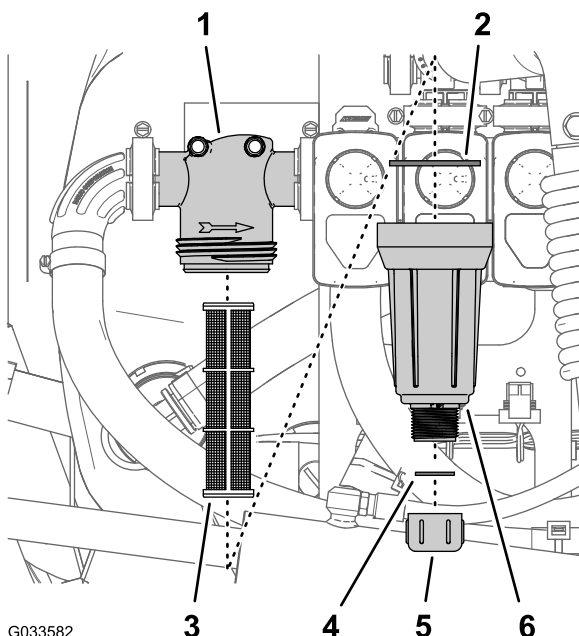

図 103
2. 圧力フィルタの下に受け容器をおく **図 103**。
3. 圧力フィルタのボウルについているドレンキャップを左に回して外す 図 103。
4. ボウルを左に回してフィルタヘッドを外す 図 103。
5. 古い圧力フィルタELEMENTを外す 図 103。
6. ドレンプラグのガasketボウルの内側とボウルのガasketフィルタヘッドの内側に傷や破損がないか点検する 図 103。
7. 新しい圧力フィルタELEMENTをフィルタヘッドに取り付ける 図 103。
8. フィルタヘッドにボウルを取り付けて手締めする 図 103。
9. ボウルの底部のフィッティングにドレンキャップを取り付けてキャップを手締めする 図 103。